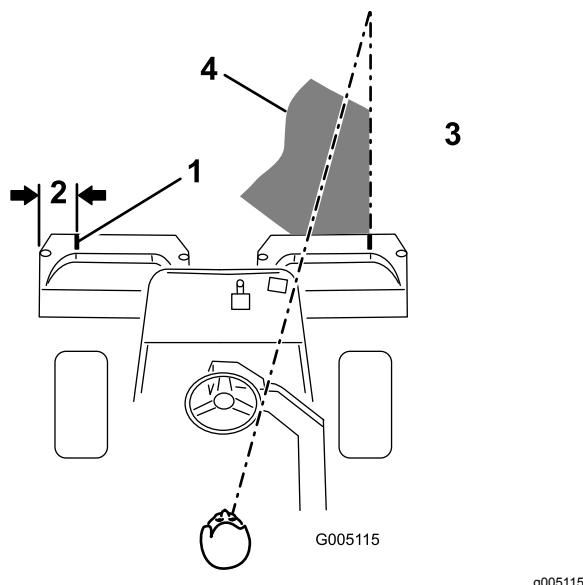
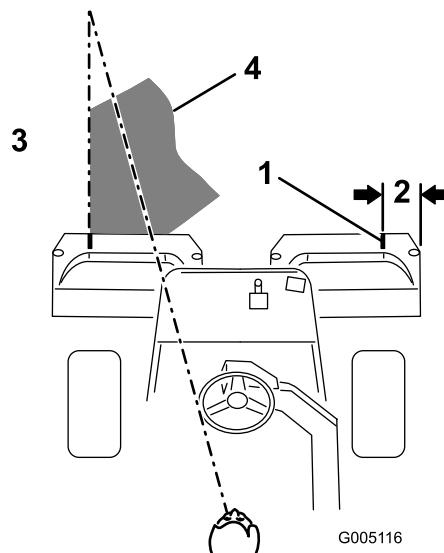

图30
图31
2. 在每个斗的外沿并行粘一个白色胶带或画一条线 (图30)。
3. 掉头回来的下一道、请与前一道保持最小的交叠量。为了保持以直线方式穿过果岭并使得机器与此前剪草的边缘保持相等距离请在机器前到果岭未剪部分的边缘虚构一条长约 1.83m 的视线图30 和 图31。有人发现、将方向盘的外缘看作视线的一部分非常有用即让方向盘边缘对准与机器前面始终保持等距的某个点图30 和 图31。